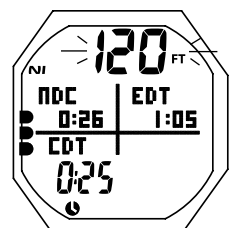

Fig. 140 - ALARMA DE PROFUNDIDAD DE DESCENSO
Cuando están activadas (ON), las alarmas de profundidad descendente (1, 2, 3) se activan a la profundidad fijada para cada una. La alarma sonará durante un período en el cual los dígitos de la profundidad parpadearán en la pantalla principal (Fig. 140).